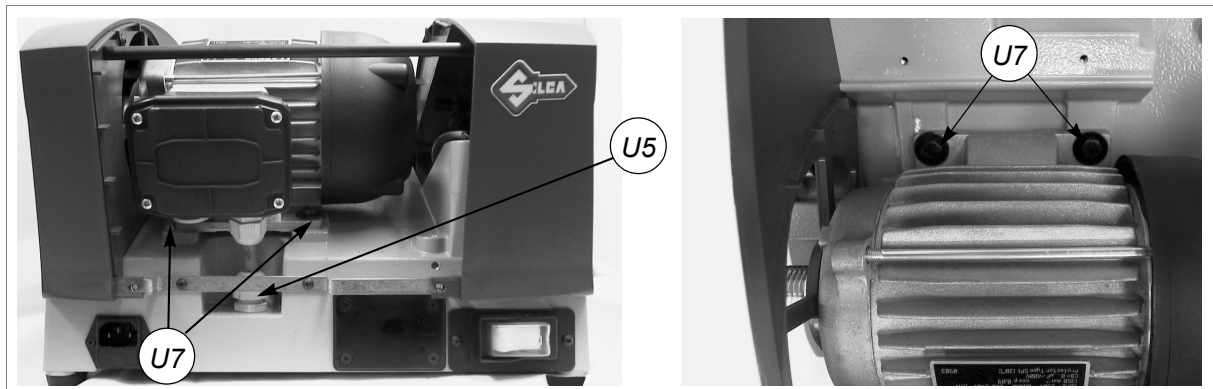

Fig. 36
- 8) Desenroscar la guía (U5) (fig.36).
- 10) Destornillar los 4 tornillos (U7) (fig.36) de sujeción del motor y sacarlo, teniendo cuidado con el cable.